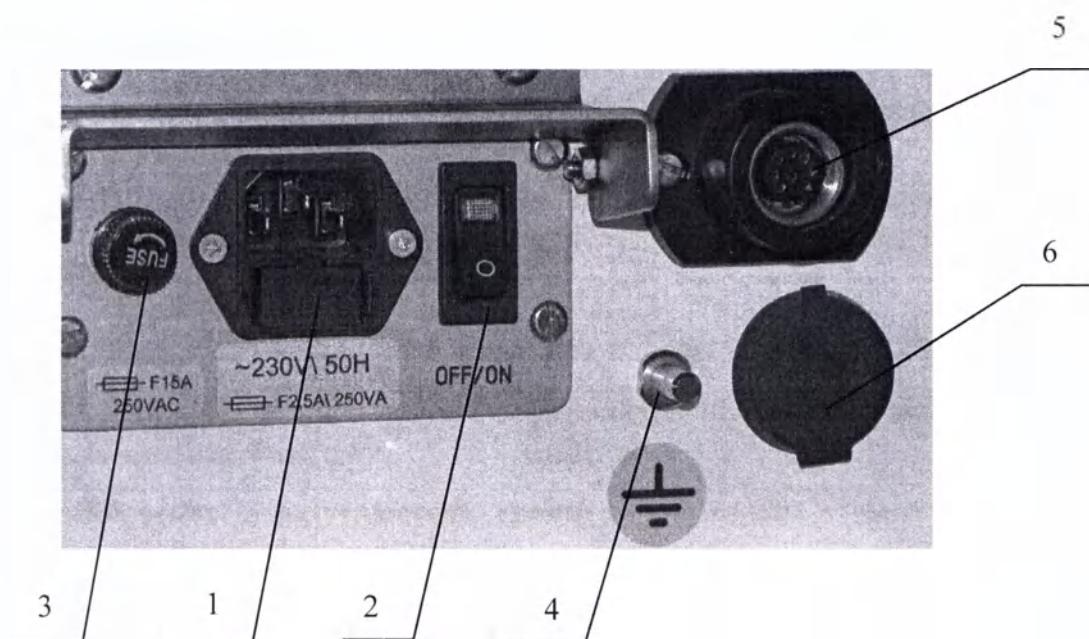

Рисунок 2. Панель питания.
9.4 Перед использованием стола по назначению подсоедините стол к контуру наружного заземления с помощью заземляющего зажима 4 (Рисунок 2), расположенного на станине основания стола.
9.8 На панели питания включите выключатель 2 (Рисунок 2). Стол готов к работе.
9.11 При разряженных батареях вставьте один конец съёмного шнура питания в разъем 1 (Рисунок 2), а второй - в сеть питания ~ (230 ± 23) В, $(50\pm0,1)$ Гц.
9.12 После окончания работы отключите стол от автономной сети питания, выключив на панели питания выключатель 2 (Рисунок 2)